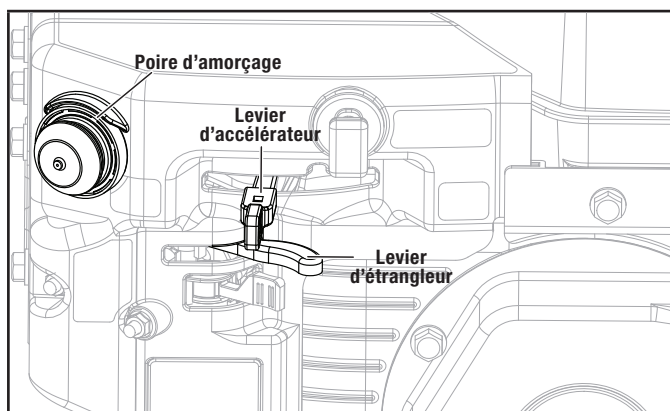

Figure 13B
2. Mettez le levier du robinet d'essence à la position ON (ouvert). (figure 13B)
- 3b. Pour démarrer un moteur chaud, laissez le levier de l'étrangleur sur la position Run (marche). (figure 13B)
4. Mettez le levier de l'accélérateur à pleine vitesse pour démarrer le moteur. (figure 13B)
5. Utilisez la commande d'amorçage, selon la température de la machine. (figure 13B) :
8. Une fois que le moteur tourne, réglez l'étrangleur sur la position RUN (marche). (figure 13B)